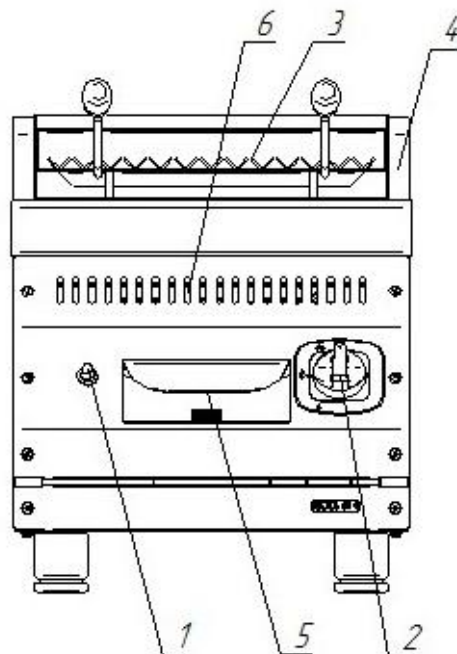

Рис. 1. Гриль
4.1. Устройство газового гриля показано на Рис. 1.
Нажмите на ручку крана горелки и поверните ее против часовой стрелки, установив символ искры зажигания ★ напротив метки на панели управления (рис. 2а). Нажав до упора, одновременно произведите поджог газа при помощи пьезорозжига. Удерживайте ручку крана в течение не менее 15 секунд, после чего отпустите. После проведения вышеуказанных операций необходимо проконтролировать наличие горения газа, для чего необходимо посмотреть в смотровое окно б (рис.1), в котором можно наблюдать наличие пламени. Пламя должно быть устойчивым. Если пламя не горит, повторите операцию.